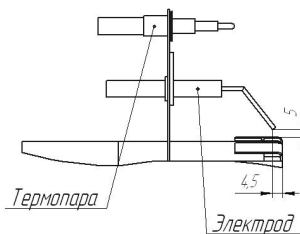
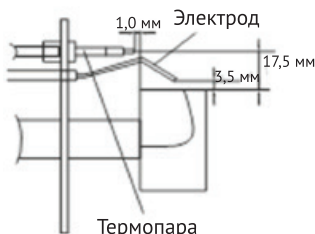

рис.2
рис.3
3.1.6. Проверьте установку электрода и термопары по рис. 2 (ТПГ-17) или рис. 3 (ТПГ-33). Перед установкой блока управления на место, нажав несколько раз на кнопку пьезоподжига, проверьте наличие искры между электродом и рассекателем.